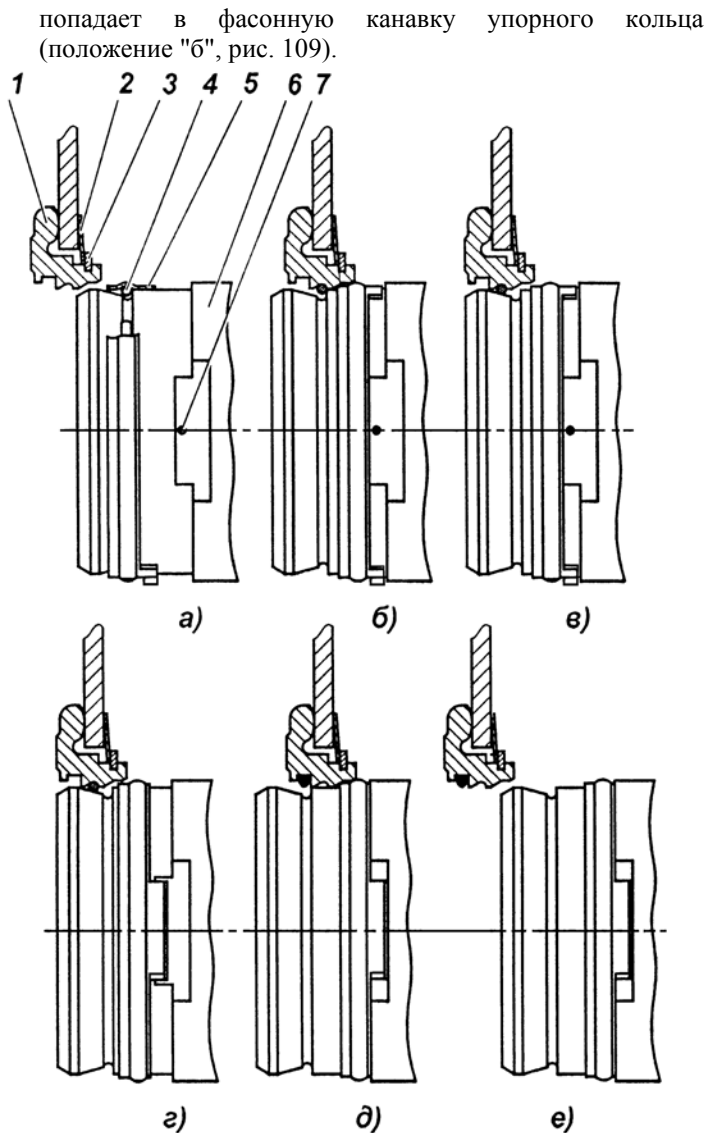

Рис. 109. Основные положения запорного устройства:
Конструкция запорного устройства механизма выключения сцепления требует выполнения особых правил установки коробки передач на двигатель. Основные положения запорного устройства показаны на рис. 109.
- 5 Повернуть замковое кольцо 5 (рис. 109) относительно втулки 6 так, чтобы выступы кольца совпали с пазами втулки (положение "г").